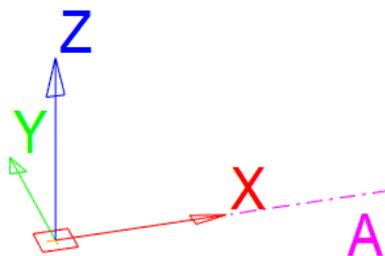
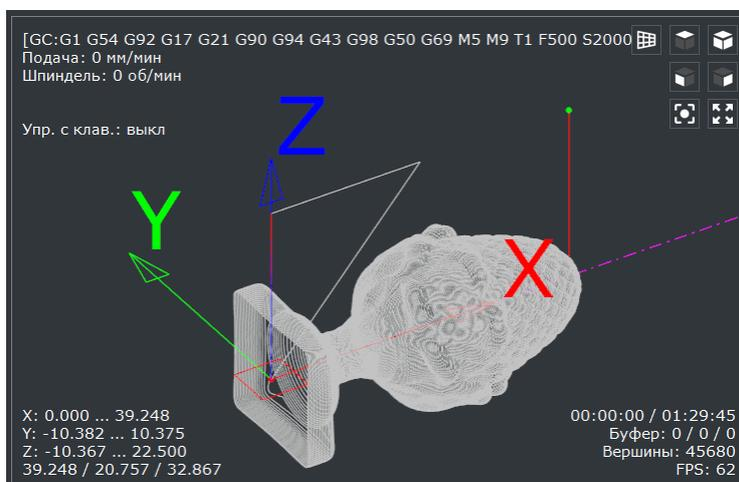

Рисунок 79. Ось A вдоль оси X
Рисунок 80. Пример визуализации УП с поворотной осью
*Длина оси вращения, мм* — определяет длину фиолетовой штрих-пунктирной линии оси A в окне визуализации (см. рис. 79).
На рис. 79 представлен пример визуализации координатных осей, когда ось A ориентирована вдоль оси X. На рис. 80 показан пример визуализации управляющей программы тела вращения.